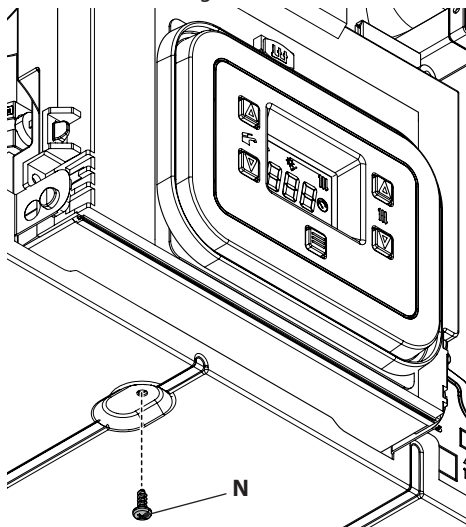

Figura 5.32
- Svitare la vite N (Figura 5.32).